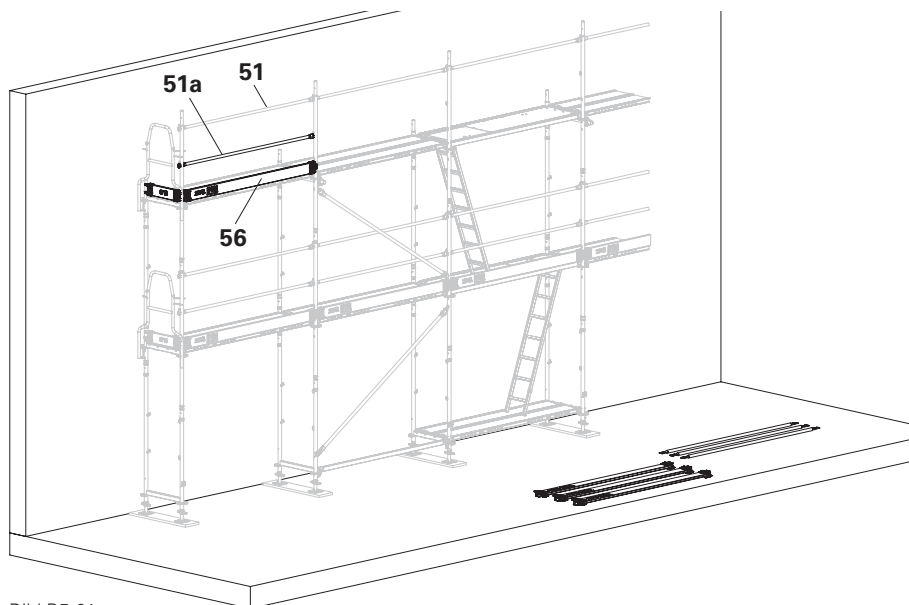

Bild B5.01
1. Demontera fotlister UPF (56) och skyddsräcken (51a). De översta skyddsräckena EPG (51) förblir monterade som fallskydd. (Bild B5.01)